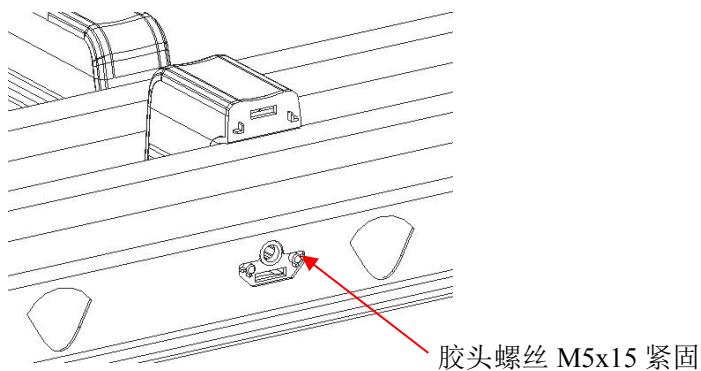

图 14
- b. 安装衣杆组件：托起衣杆，用 M5*15mm 的胶头螺丝，将衣杆与衣杆支撑板固定在一起，如图 14 所示。